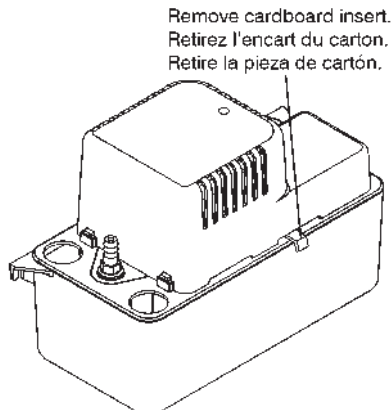

FIGURE 1
2. Carefully unpack the pump. Remove the cardboard insert (Figure 1) from the motor cover air slots by carefully pulling it away from the pump. This insert is used to prevent switch movement during shipment.
2. Déballez la pompe avec précaution en faisant gliser l'emballage. Enlever l'emballage de carton des fetes d'aération qui se trouvent sur le couvercle du moteur. Cet emballage est destiné à éviter le mouvement des commutateurs pendant le transport (Figure 1).